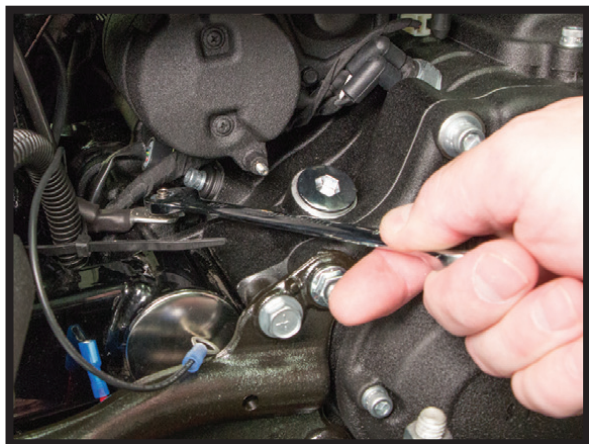

FIGURE 13
7. TRIM THE BLACK PUMP WIRE EXTENSION TO LENGTH. CRIMP A RING TERMINAL TO THE END AND GROUND TO THE LOCATION SHOWN BELOW. (FIGURES 13, 14)